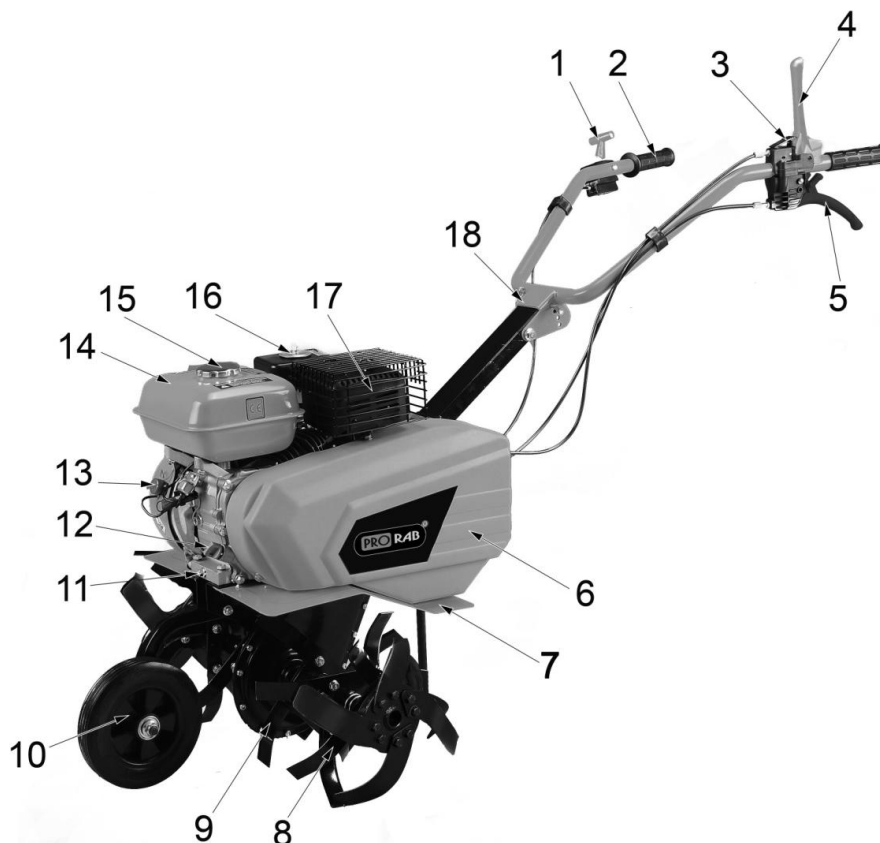

Рис. 1
- Установите вала руля (2)(См. Рис.1) в паз крепления рулевой стойки. Зафиксируйте руль винтом с гайкой.
- Для изменения высоты (угла наклона) руля выньте фиксирующий положение шплинт (18)(См. Рис.1). Установите руль на нужный уровень высоты. Для фиксации положения – вставьте шплинт в соответствующее отверстие.
- Для установки фрезы, наденьте фрезу (8)(См. Рис.1, 2) на ведущий вал культиватора и закрепите ее с помощью стопорного пальца и шплинта.
- Окрутите крышку топливного бака (15)(См. Рис.1). Проверьте уровень топлива.
- Для лучшей фильтрации воздуха корпус воздушного фильтра (16) (См. Рис.1) имеет специальную масляную ванну.